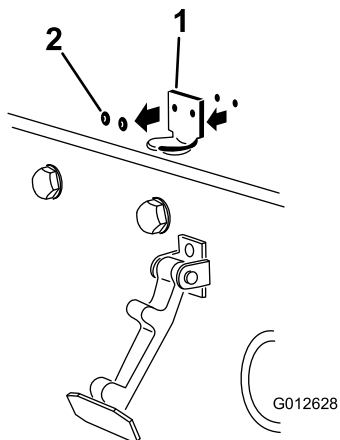

Figura 8
2. Retire os 2 rebites que prendem o suporte do trinco ao capot (Figura 8).